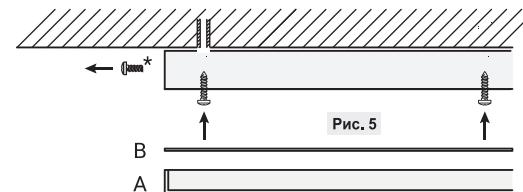

Рис. 5
6.2. Для накладного монтажа следует воспользоваться отверстиями в задней части корпуса. Для этого необходимо разобрать панель, открутив винты по краям корпуса, и снять рамку рассеивателя (A) и сам рассеиватель (B) (Рис. 5). Установите панель на поверхность при помощи монтажного комплекта и подключите кабель к клеммной колодке. Соберите установленную панель в обратной последовательности.